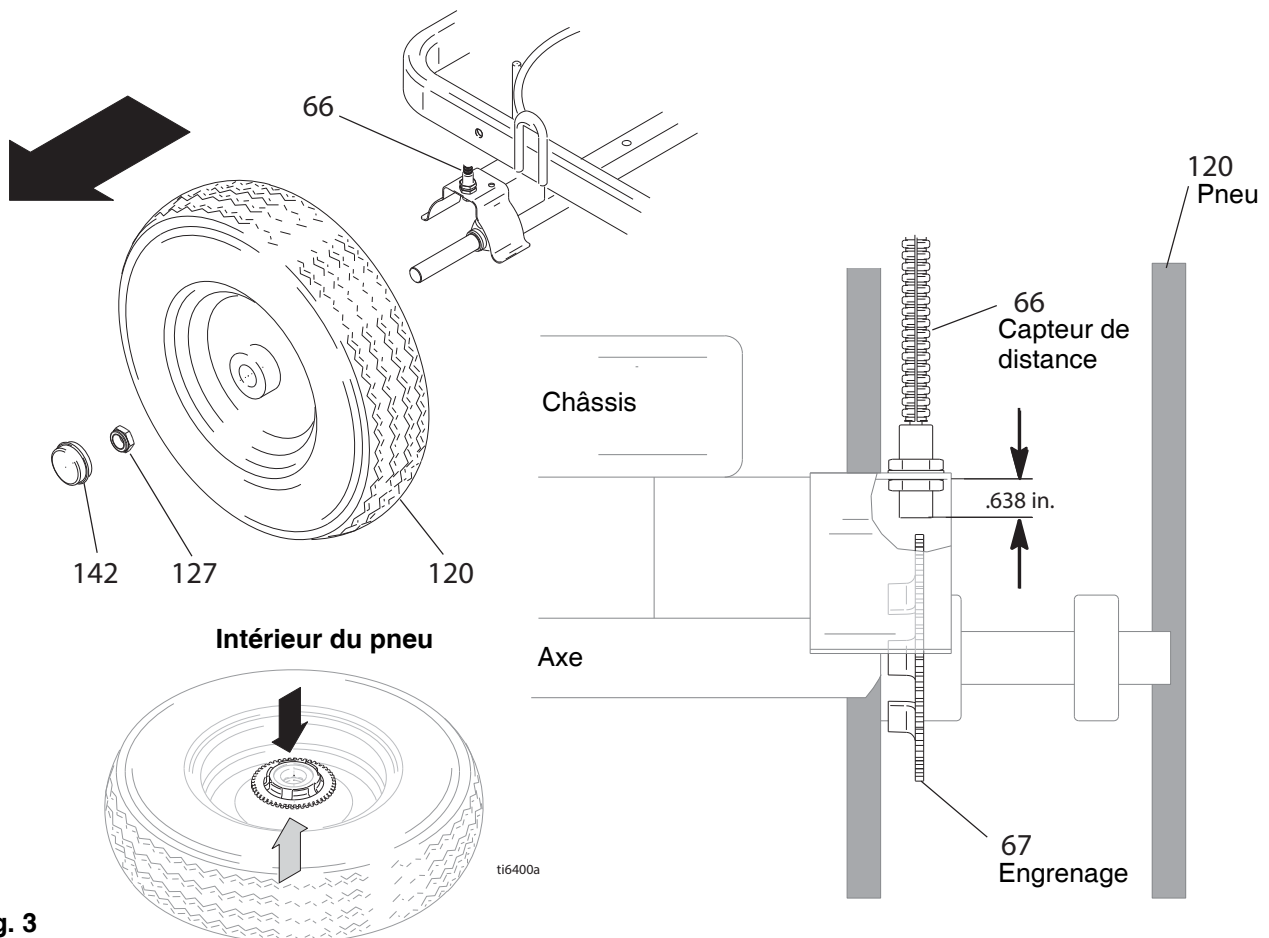

Fig. 3
- 2 Fig. 3. Retirez le chapeau pare-poussières (142) de la roue. Enlever l'écrou (127).
- 3 Démontez la roue (120) du LineLazer.
- 4 Mettez l'engrenage (67) dans l'axe du capteur.
- 5 Montez la roue (120) sur le LineLazer.
- 6 Serrez l'écrou (127), puis desserrer de 1/4 tour. Placez l'obturateur anti-poussière (142) sur la roue.